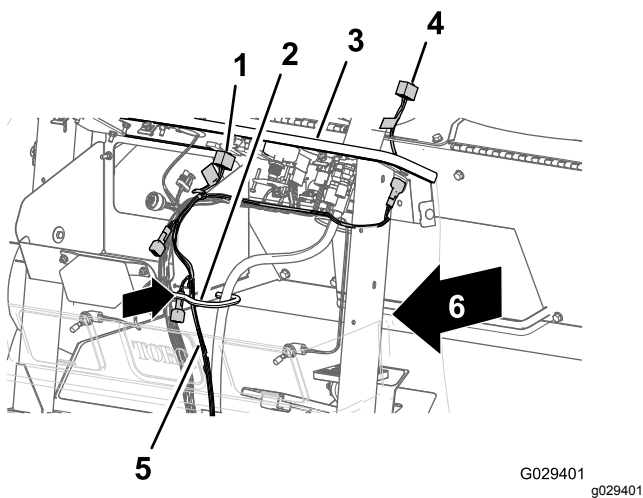

Figure 197
3. Faites passer la branche tableau de bord de 240 cm du faisceau de câblage par le passe-câble de l'ouverture dans le tablier avant et à l'intérieur du crochet de câble et de flexible (Figure 197).